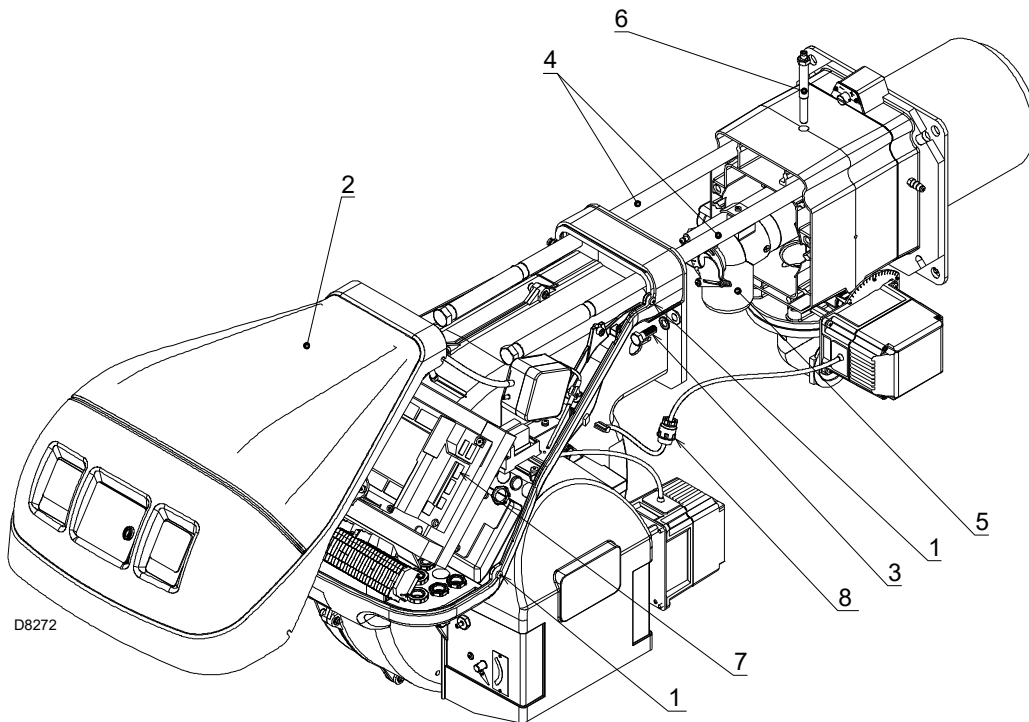

Abb. 36
Prüfen Sie, dass die Gasaustrittsöffnungen für die Zündphase im Verteiler des Flammkopfes von Verschmutzungen oder Rostablagerungen frei sind. Im Zweifelsfall die Krümmung (Abb. 36 auf Seite 53) ausbauen.
- Die 4 Schrauben 1)(Abb. 36) lockern und die Haube 2) abnehmen.